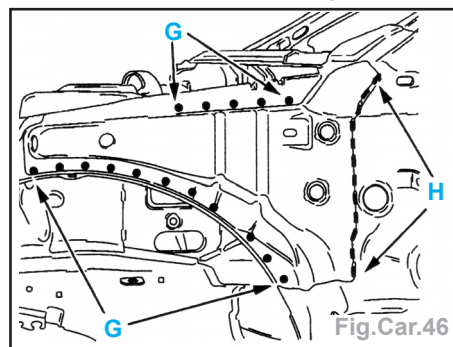

Fig.Car.46
- Solder par points électriques suivant **G** (avec l'équipement **EA1**) (Fig.Car.46).